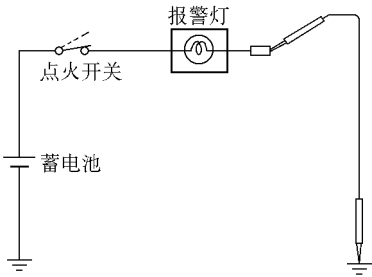

图 18-127 检查报警灯
(1) 检查报警灯。从报警开关脱开接插件，并将配线侧接插件的端子接地，将点火开关置于 ON 位置，如图 18-127 所示。检查报警灯是否点亮。